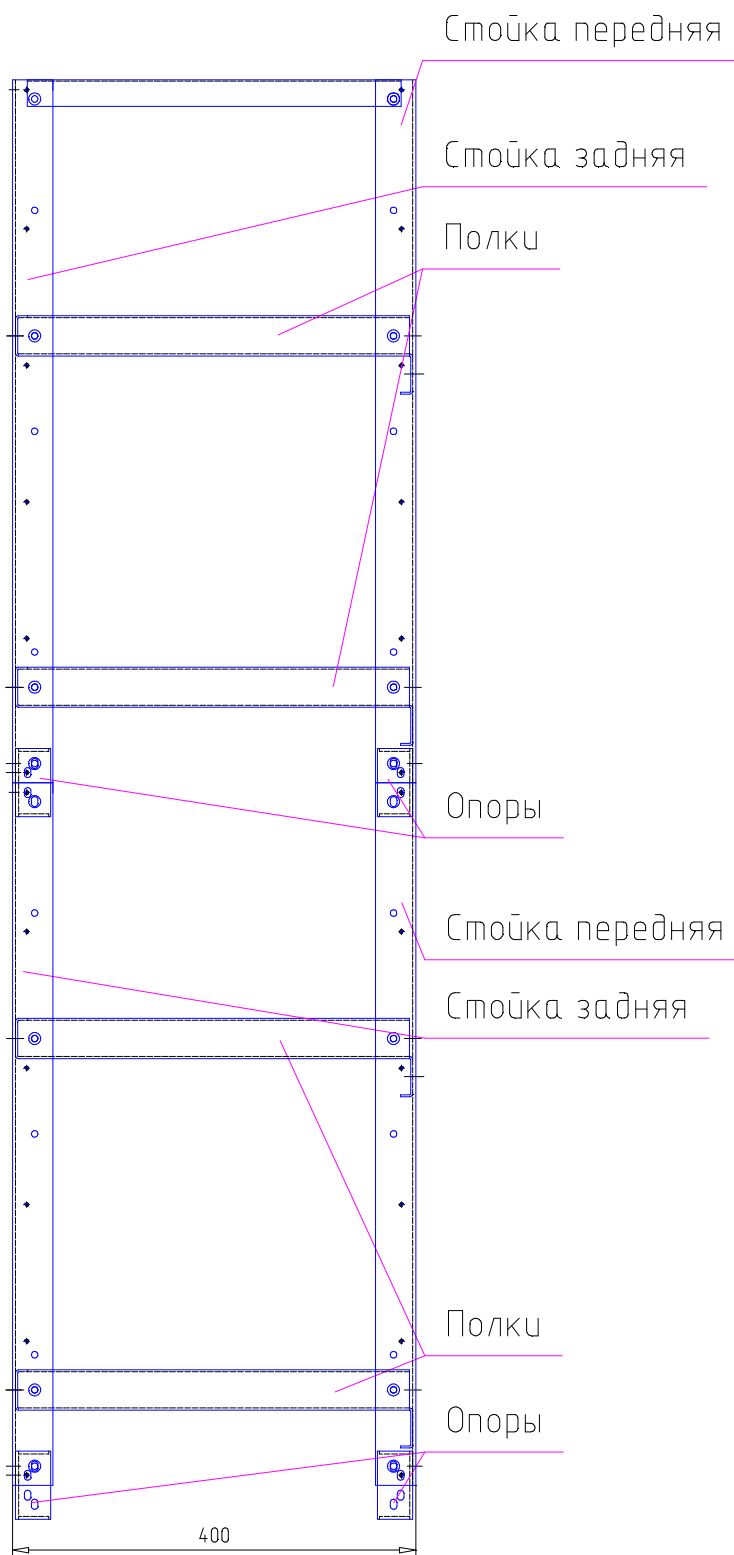

Рисунок 4.6 – Вид двух собранных и соединенных стеллажей MBS-03.
4.9 Для масштабирования стеллажей в высоту необходимо после пункта 4.3 закрепить опоры верхнего стеллажа на стойках нижнего (рисунок 4.6).